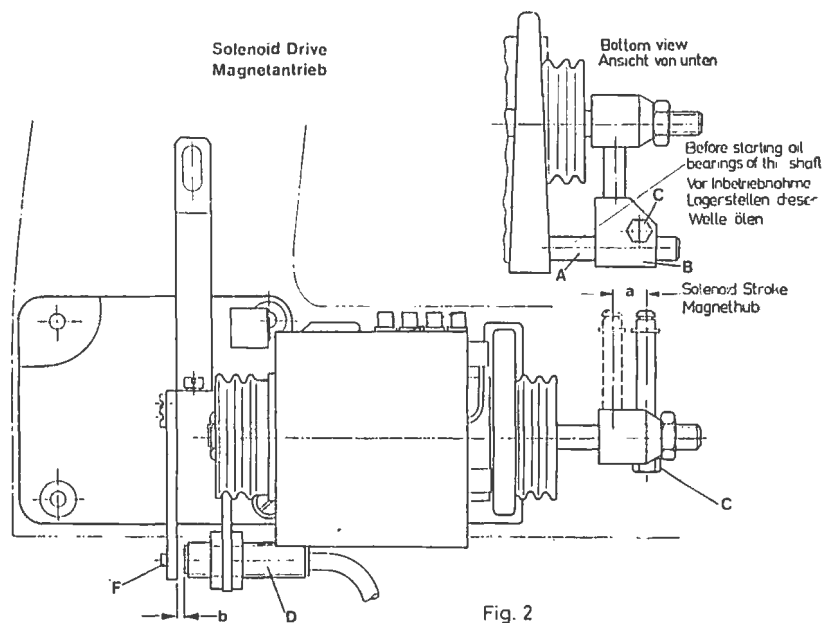

Fig. 2
Loosen nut (C, Fig. 2) and move head (B) as required on shaft (A) to obtain the desired dimension "a" (Fig. 2) according to the following table:
Note: The dimension "b" (Fig. 2) is adjusted when the motor is switched on, as described under item 12.
Nach dem Lösen der Mutter (C, Fig. 2) kann der Kreuzkopf (B) auf der Welle (A) entsprechend verschoben werden und das Maß "a" (Fig. 2) nach folgender Tabelle eingestellt werden:
Beachten Sie: Das Maß "b" (Fig. 2) wird erst bei eingeschaltetem Motor, wie unter Punkt 12 beschrieben, eingestellt.